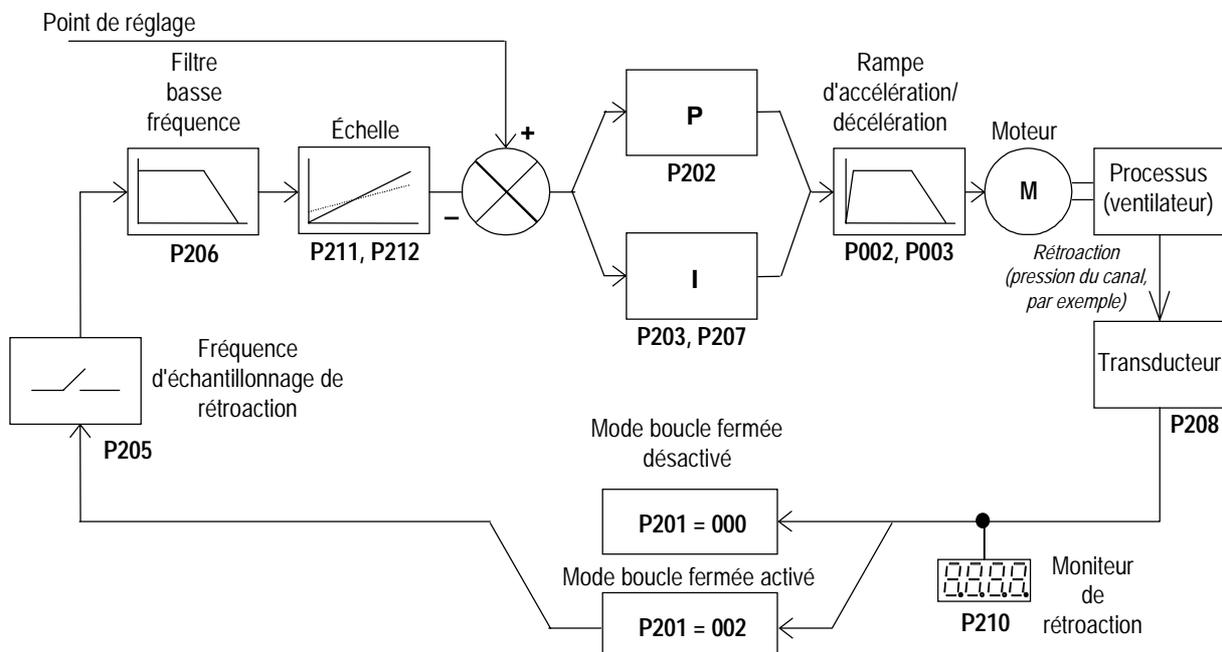

Figure 8 : Contrôle en boucle
Le COMBIMASTER dispose d'une fonction de contrôle proportionnelle et intégrale (PI) pour un contrôle en boucle (voir figure 8). Le contrôle PI est idéal pour les contrôles de température ou de pression, ou toute autre application dans lesquelles les variables contrôlées évoluent lentement ou les erreurs transitoires ne sont pas critiques. Le contrôle en boucle n'est **pas** adapté aux systèmes nécessitant des temps de réponse rapides.
Le contrôle en boucle ne peut être utilisé que si P201 est réglé sur 002. La plupart des paramètres associés au contrôle en boucle sont présentés à la figure 8. Les autres paramètres également associés au contrôle en boucle sont les suivants :